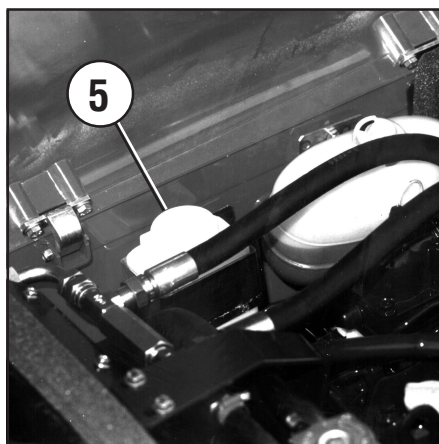

Fig. 10
- Beholder til sprinklervæske (5 fig. 10).
- Anbragt forrest i motorrummet (5 fig. 10).